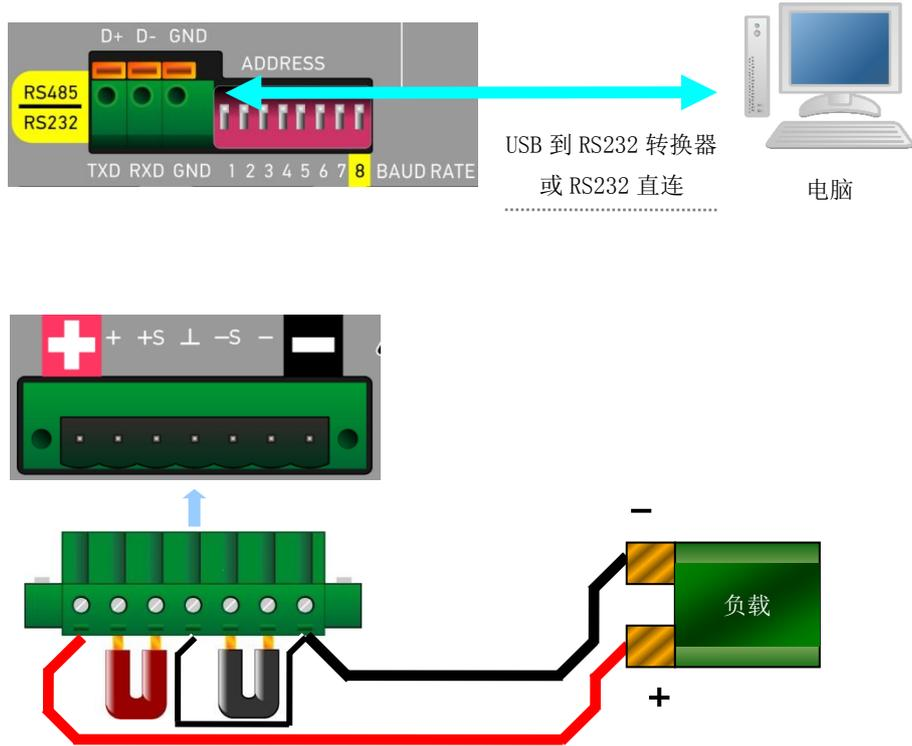

图 4-7 IPU 系列 RS232 接口连接图
2. 如图 4-7，连接负载
3. 如图 4-7，连接 RS232 通信电缆